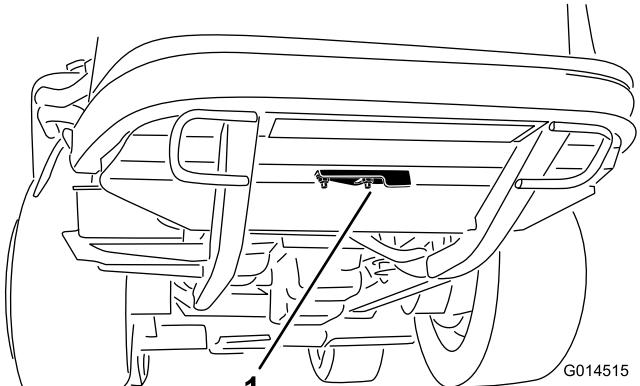

図 83
- クリーンアウトカバーを後フレームの下側に固定しているフランジナットをゆるめる(図83)。カバーをめくると、フレームのクリーンアウトホール清掃穴が露出する。